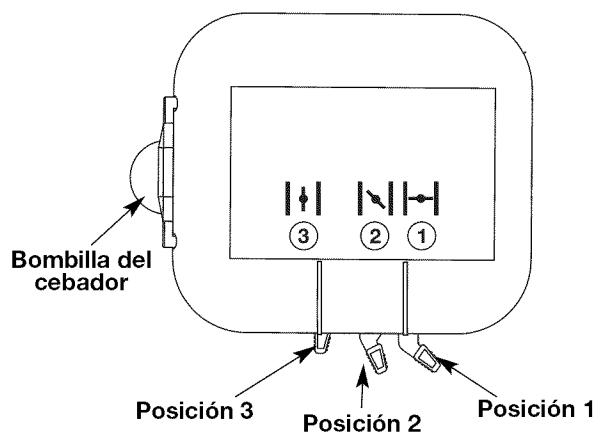

Fig. 12
4. Coloque la palanca del obturador en **Posición 3** (Fig. 12).